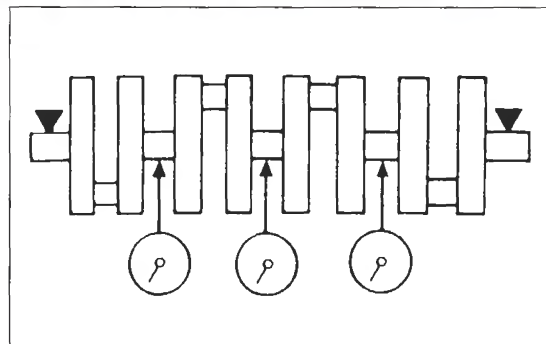

Bild 145
- Kurbelwelle wie in Bild 145 lagern und Schlag der Lagerzapfen messen; Verschleissgrenze 0,03 mm.